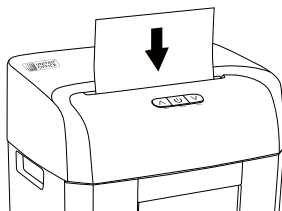

Fig. 3
- ◆ Indfør papiret ovenfra i højformat midt i skæreebningen **4** (se fig. 3). Produktet starter automatisk og standser igen automatisk, når der ikke indføres mere papir.